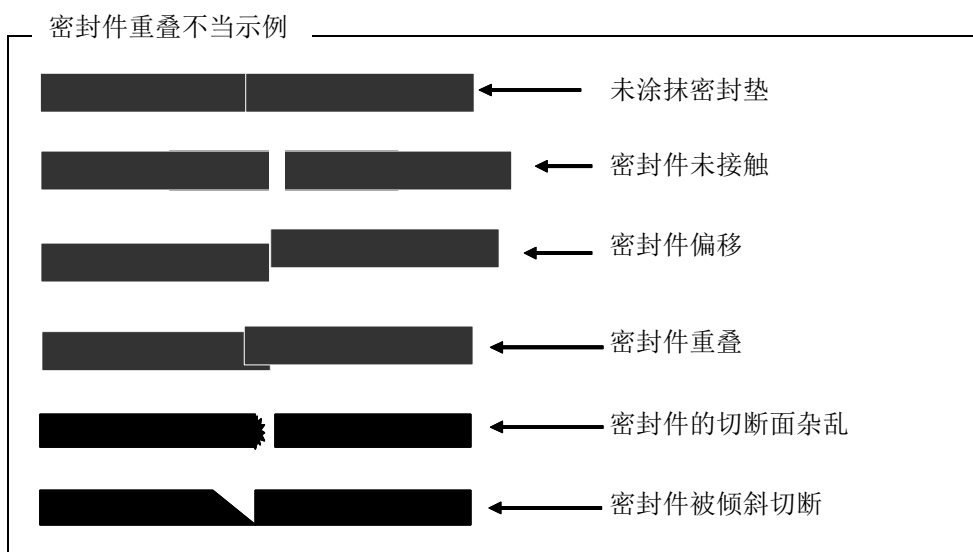

图 5-9: 密封件重叠的示例
- 3) 1 个部位粘贴多个密封件的盖板部，密封件长度为末端之间重叠的长度。应按以下的步骤粘贴密封件。详情请参阅“图 5-9：密封件重叠的示例”。同时也记载有剪切部位处理不当的示例。